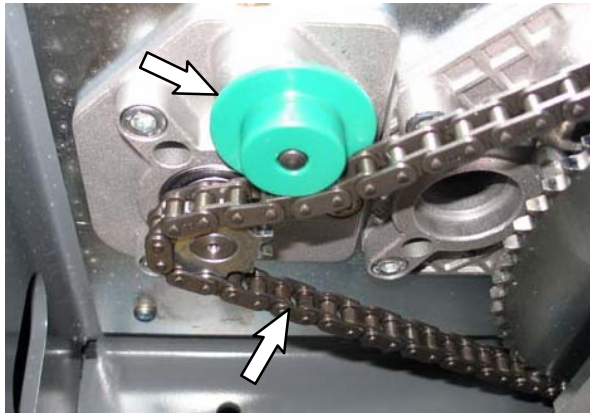
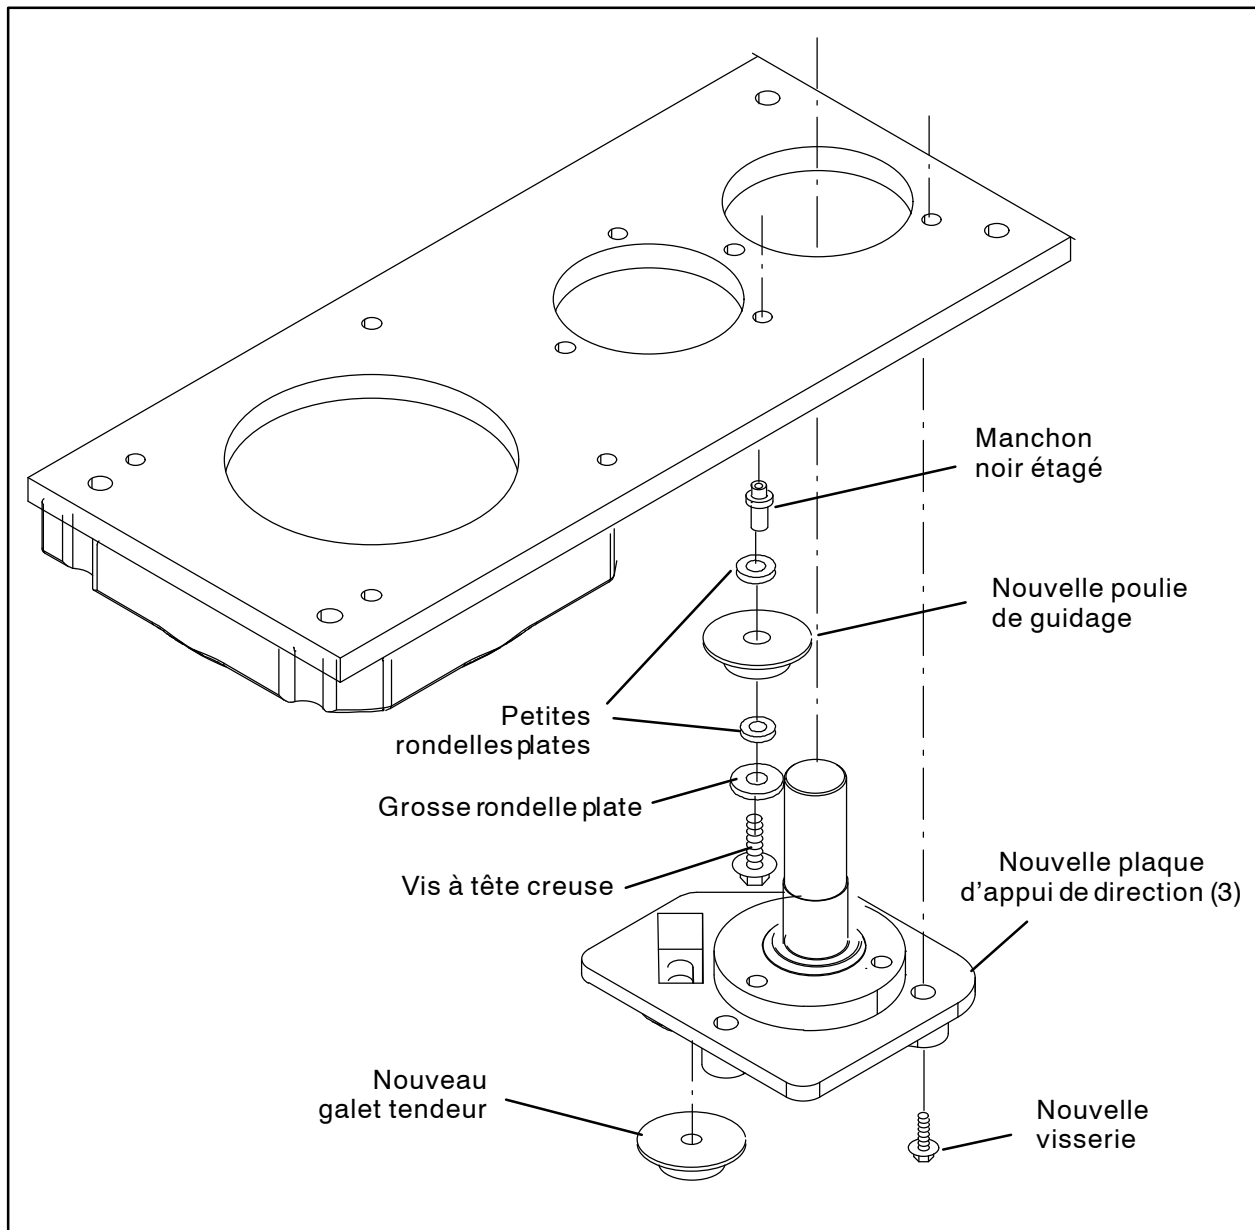
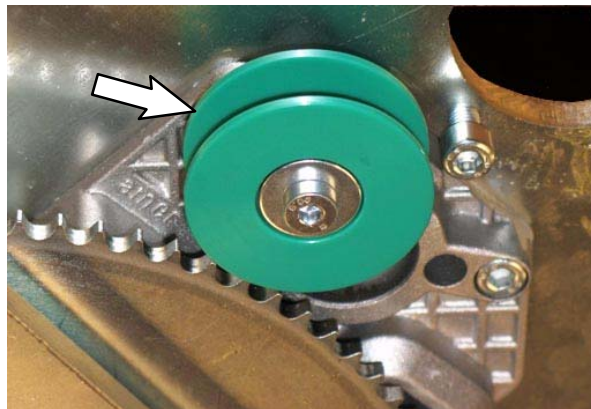

FIG. 17
FIG. 19
FIG. 20
Mettez le galet tendeur au rebut. (Figure 17/
21. Utilisez la vis à tête creuse, la rondelle plate, les deux petites rondelles plates et le manchon en plastique noir fournis avec la nouvelle plaque d'appui de direction (3) pour installer la nouvelle poulie de guidage sur la machine. Serrez la visserie à 18,5–24 N.m/ 13,6–17,7 lb pi. (Figure 19/Figure 20)
23. Tenez le nouveau galet tendeur sur la plaque d'appui de direction (3) et réinstallez la chaîne de direction. (Figure 17/Figure 18/Figure 19)